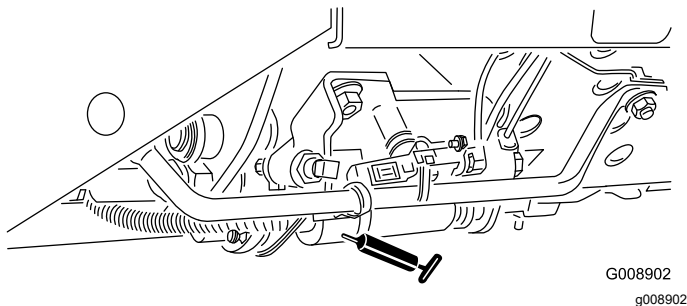

Bild 61
- Mäh-/Transportschieber (Bild 61)